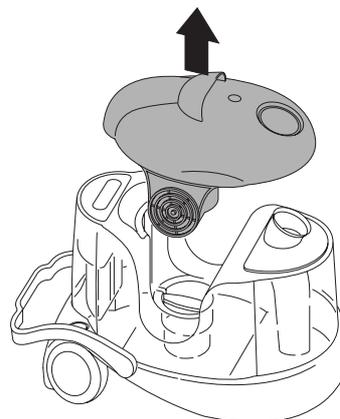

fig. 2
- Retirer l'unité moteur C (fig. 2).